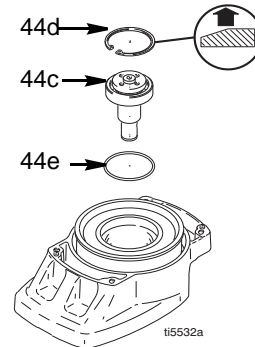

FIG. 6
1. FIG. 6. Enlever la bague de fixation (44d).
1. FIG. 6. Placer le joint torique (44e).